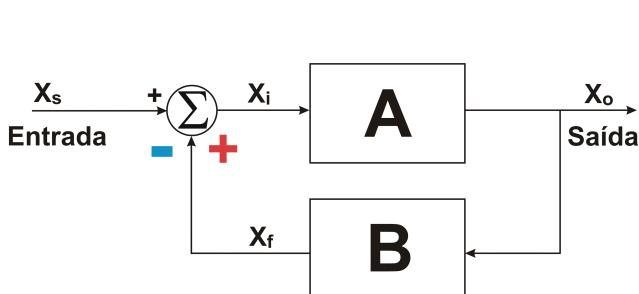
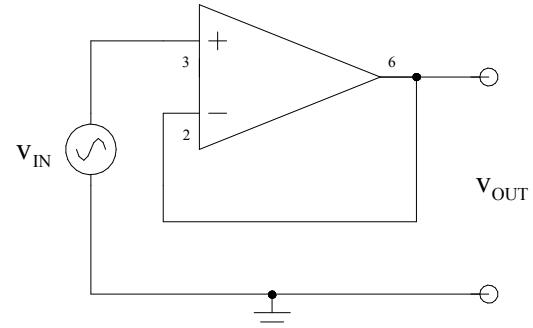

Figura 2: Estrutura geral de realimentação
Figura 3: Circuito *Buffer*
- 3.4 O circuito mostrado na Figura 3 fornece uma implementação direta do elo de realimentação degenerativa mostrado na Figura 2. Compare as figuras 2 e 3, calcule o fator de realimentação B e o ganho de tensão  $A_v$ .
- 3.5 Monte o circuito *buffer* mostrado na Figura 3. Aplique um sinal senoidal na entrada e verifique a saída. Imprima a função de transferência  $v_{IN}$  versus  $v_{OUT}$ . Comente sobre o ganho e a saturação. OBS: Por simplicidade, as conexões dos terminais das tensões de alimentação foram omitidas.